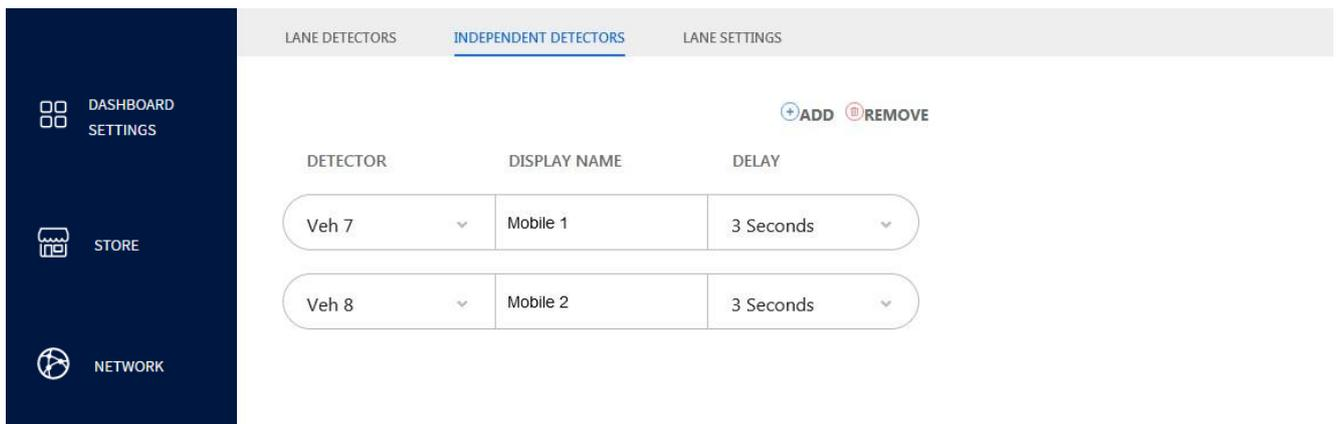

Abb. 7.2
**Beispiel:** Abb. 7.2 zeigt, dass „Veh 7“ der Name „Mobile 1“ und eine Verzögerungszeit von 3 Sekunden zugeordnet wurde. Die aus der Drop-down-Liste „Detector“ gewählte Fahrzeugnummer „Veh #“ muss mit der „Veh #“ korrelieren, mit der der Detektor im TSP verbunden ist. Mit der Verzögerungszeit für die Erfassung können Sie falsche oder unerwünschte Erfassungen eliminieren. Sie können hier auch Detektoren hinzufügen oder entfernen.